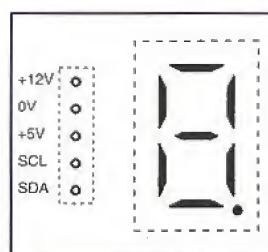

Figure 5
■ Figure 5 : circuit imprimé «atténuateurs».
Attention aux nombreux straps lors du cablage de la carte (22 au total). Le microswitch SW1 est accessible pour la configuration de l'adresse du module entre les deux afficheurs du milieu. Le raccordement de l'horloge à afficheurs géants s'effectue par un bornier à vis dont le brochage est donné figure 5. Le circuit imprimé et l'implantation correspondante sont représentés figures 6 et 7.